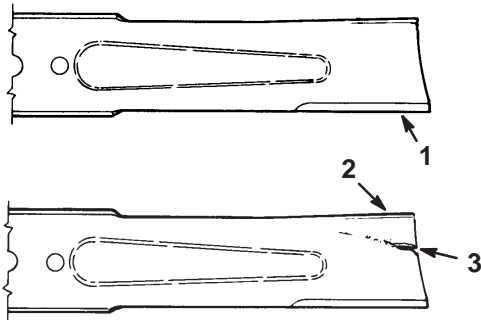

Figure 24
3. Inspectez les tranchants des lames (Fig. 24). Si elles ne sont pas tranchantes ou si elles présentent des indentations, déposez et aiguisiez les lames (voir Aiguisage des lames, page 15).
4. Inspectez les lames, surtout la partie incurvée (Fig. 24). Remplacez immédiatement toute lame endommagée, usée ou qui présente une entaille (Fig. 24).